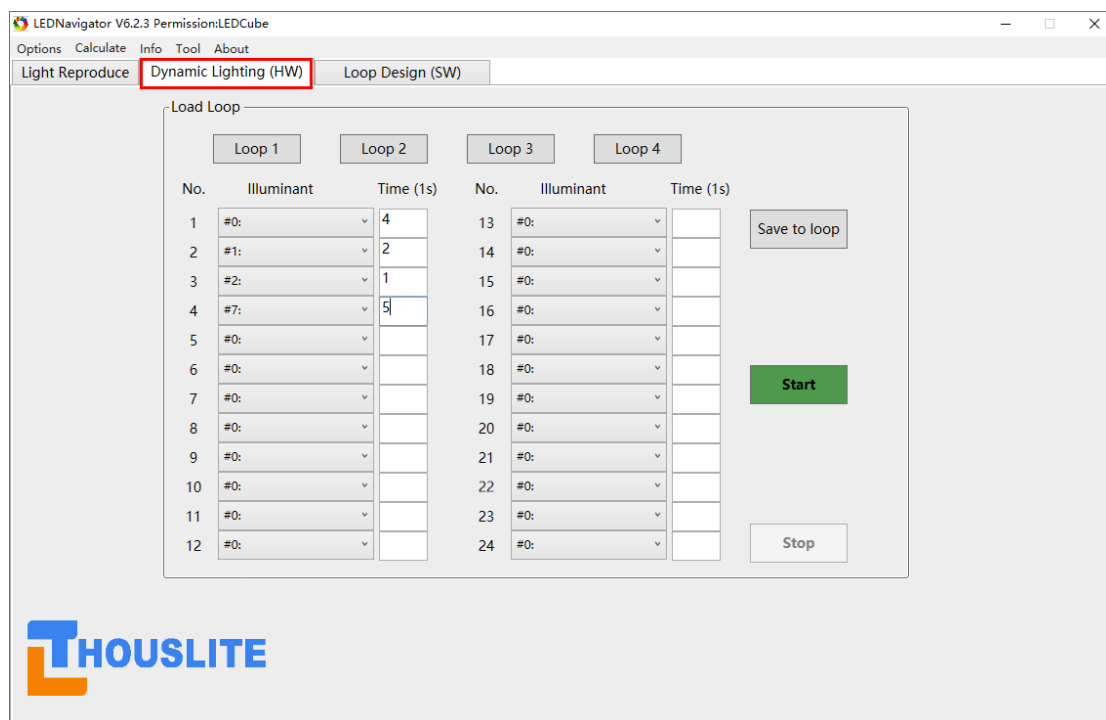
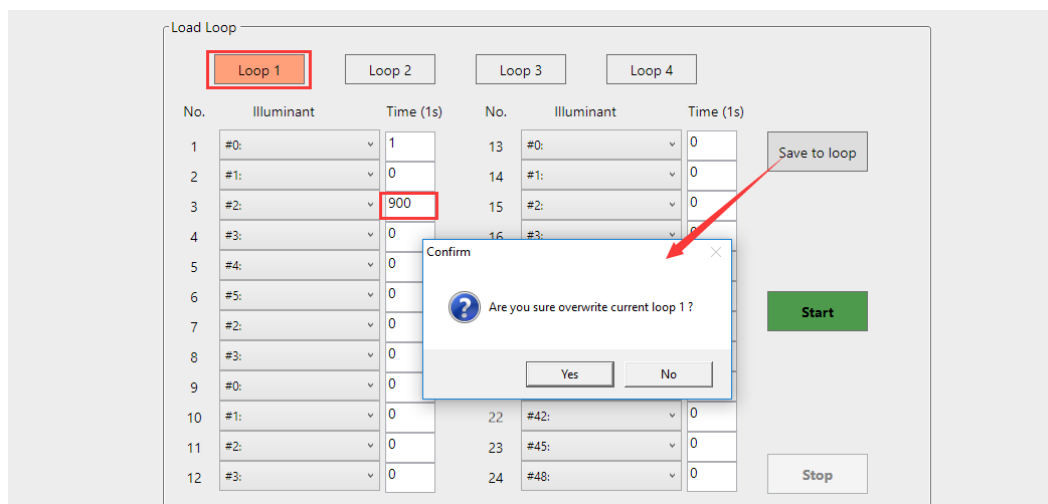

图 4.22. 动态照明功能模块界面
图 4.23. 保存修改至当前的循环
图 4.22 所示为动态照明（硬件）模块 Dynamic Lighting (HW)，该模块可存储 4 个光循环 Loop，点击相应 Loop 后，用户可自行设置每个光循环，每个 Loop 内最多可添加 24 种 LEDCube 硬件中存储的光源，最小切换间隔为 1 秒。光源为 LEDCube 硬件内 80 个存储的光源中任一个，如果光源时间设为 0，则该光源将被跳过。点击 Start 按钮和 Stop 按钮可以开始或停止循环，另外，用户可以点击 Save to loop 保存修改至相应的循环序号中，如图 4.23。